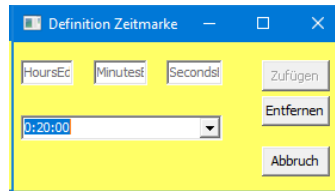

Abbildung 3.6: Entfernen einer Zeitmarke
Sie können Zeitmarken aus dem Zyklus löschen, indem Sie die Umschalttaste gedrückt halten und mit der Maus rechts der Zeitmarke auf den grauen Balken (4) klicken. Im Zeitmarken-Dialog ist nun, wie in Abbildung 3.6 zu sehen, der Schalter *Entfernen* verfügbar, mit dem die Zeitmarke entfernt werden kann.